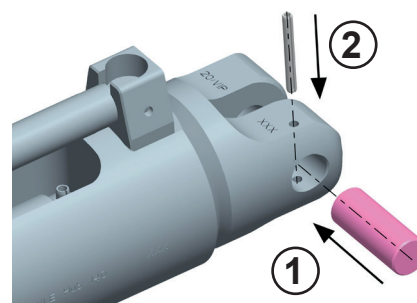

Abb. 1: Montage
- Montieren Sie die Spannhülse zur Sicherung des Verbindungsbolzen so in die Längeneinstellung, dass der Schlitz der Spannhülse nach der Montage entgegengesetzt zum Verbindungsbolzen gerichtet ist (siehe Abb. 1).